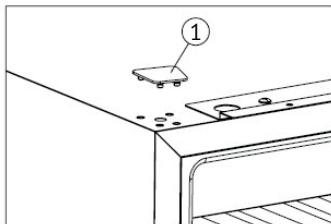

Bild 3
☞ Stecker (1) entfernen (Bild 3).